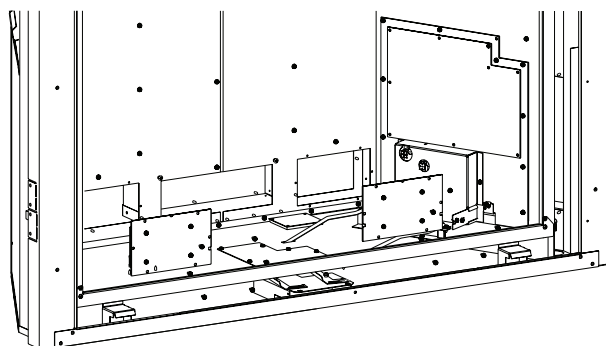

Figure 13
8. Remettre en place le support de soufflante (celle-ci y étant fixée) l'aide de six (6) chacune. Voir Figure 13.